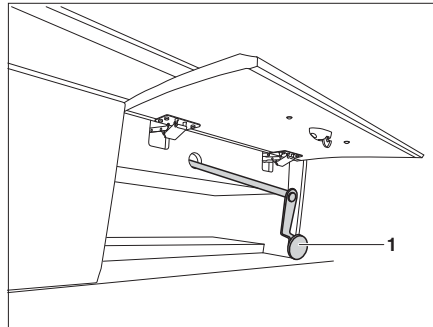

Fig. 148 Commande de secours pour le lit escamotable électrique
- ▷ En cas de panne de courant, le lit escamotable électrique peut également être commandé avec une manivelle de secours (Fig. 148). Celle-ci se trouve derrière un portillon de compartiment de rangement.